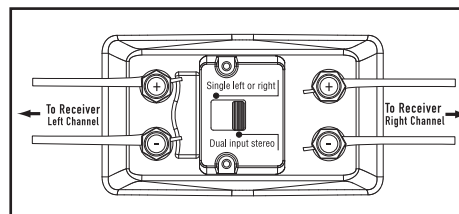

FIGURE 17
1. With the Dual Input/Single Input Switch set to "Dual Input Stereo" [figure 17] connect both sets (Left & Right) of speaker wire outputs from your receiver to the ATRIUM65SDI.
1. Réglez le commutateur d'entrée à «Dual Input Stereo» [figure 17] et raccordez les deux câbles des sorties haut-parleur (gauche et droite) de votre amplificateur aux bornes d'entrée de l'Atrium65SDI.